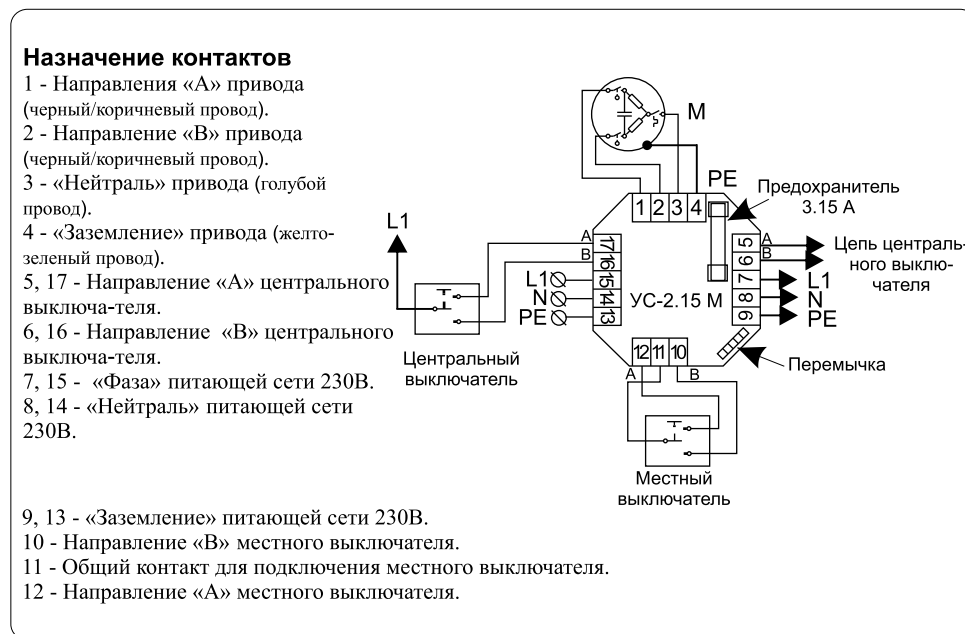

Рисунок 1.
- Ознакомиться со стандартной схемой подключения (см. Рис.1).